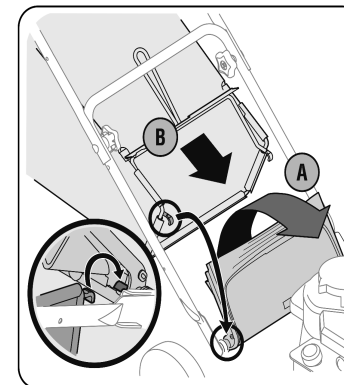

Figura 3-7
- b. Coloque la colector de recortes en la varilla. Descanse la puerta de descarga sobre la tolva para recorte de césped. Vea la Figura 3-7.